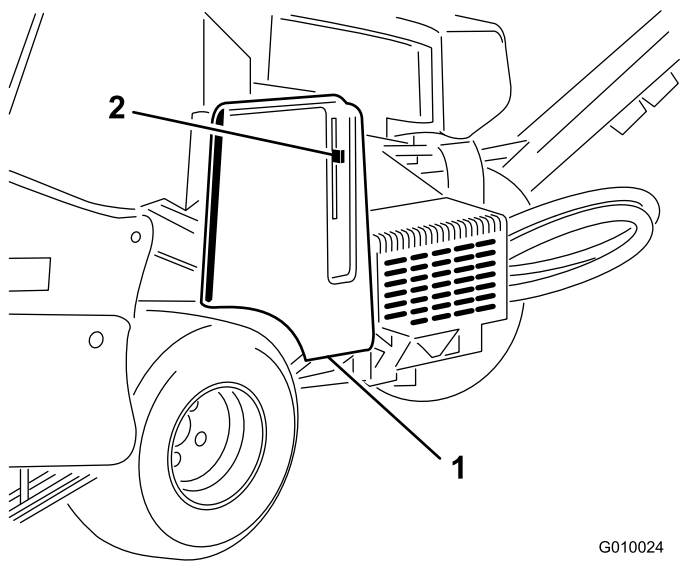
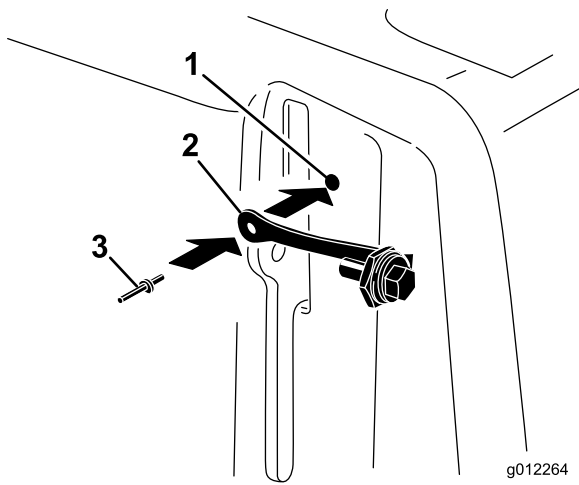

图8
图9
1. 找到皮带罩上紧靠门锁杆的孔图8和图9。
2. 使用弹伸铆钉将系索总成安装到皮带罩上的孔图9。